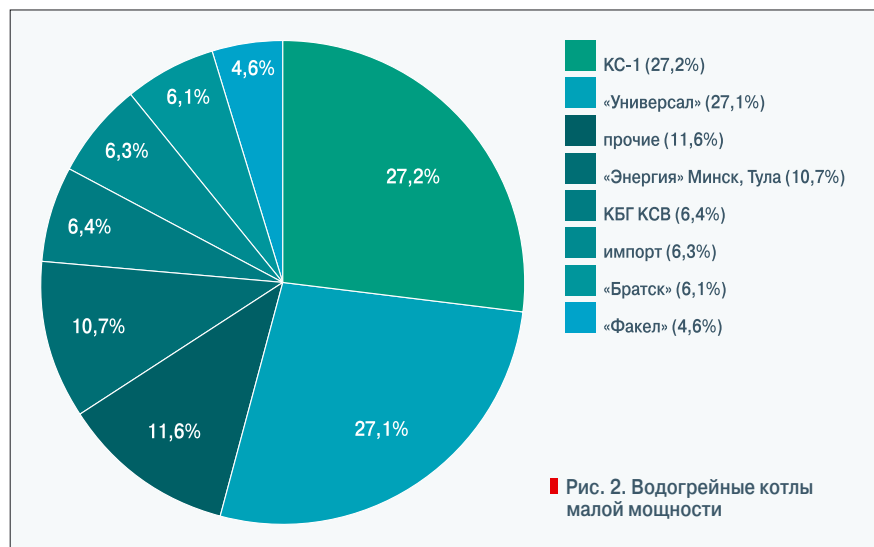

Рис. 2. Водогрейные котлы малой мощности
Не менее впечатляющим выглядит и опыт соседнего с Самарой г. Тольятти. Здесь на городской станции НС-71 до 2003 г. включительно были установлены устаревшие отечественные насосы. Их замена на современные модели Grundfos серии CR позволила снизить энергопотребление почти в два раза (см. рис. 2). Это объяснимо — по словам предста-
■ Рис. 2. Энергопотребление на НС-71 (г. Тольятти) до/после установки насосов Grundfos серии CR
На рис. 2 приведено распределение наиболее массового вида котлов (водогрейные, мощностью менее 4 МВт) по типам. Чугунные секционные котлы со сроками службы 20–30 лет («Универсал», Минск, «Энергия», Тула) составляют 37,8%, стальные котлы устаревшей конструкции КС-1 со сроками службы 15–20 лет составляют 27,2%. Современные котлы в общем количестве составляют всего 23,4%. В работе [1] даны рекомендации по модернизации данной группы котлов.